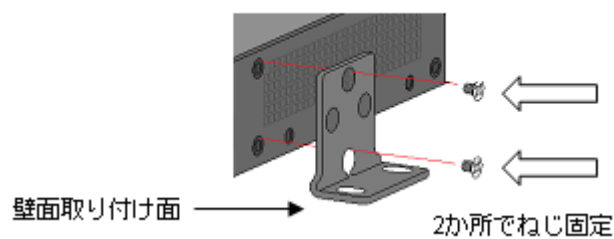

図 3-15 装置前面側で固定
- 1) 取付金具を、図 3-15に示すように取付金具の壁面取り付け面と装置底面が並行になるようにし、取付金具 1 個に対してネジ 2 本を使って装置本体に必ず 2 か所で固定してください。